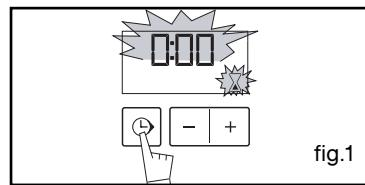

fig.1
- Appuyez sur la touche “” (fig.1) jusqu'à faire clignoter le symbole minuterie  -> 0.00 et un petit sablier clignotent.